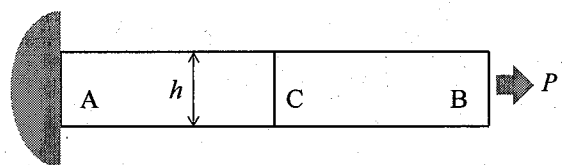

図 2
- (1) 図2に示すように、Aを固定してBに軸方向の荷重 P をかけた。AC間、CB間に生じる応力をそれぞれ答えよ。
- (2) 上記(1)同様A端を固定し、B端に軸方向の強制変位 δ を与えた。AC間、CB間に生じる応力をそれぞれ答えよ。計算過程を示すこと。
- (3) 上記(1)の場合のCB間の応力状態をモールの応力円として表示せよ。